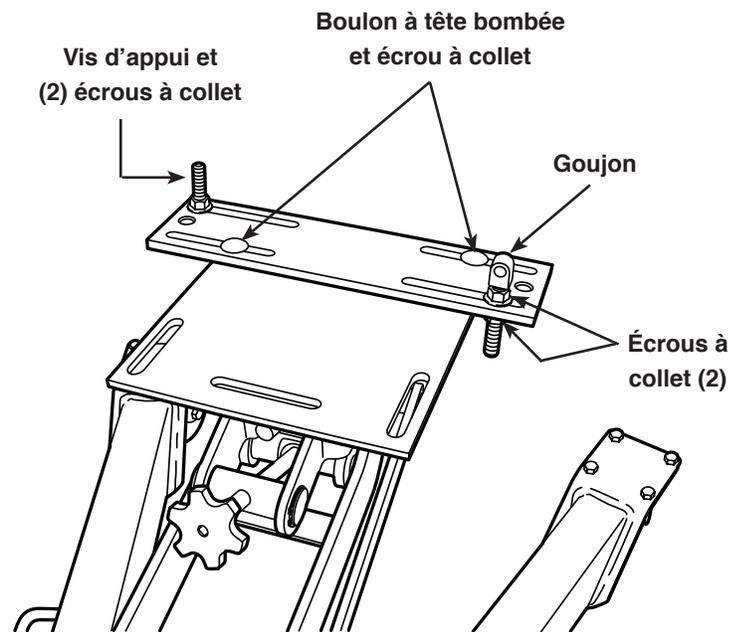

Figure 1
1. Placez l'adaptateur de boîte auxiliaire sur la plaque de fixation du cric de transmission à l'aide des boulons à tête bombée et les écrous à collet fournis. Serrez les écrous à collet. Voir Figure 1.
2. Prévoyez le positionnement de la vis d'appui et du goujon qui correspondent à votre application. La figure 1 illustre la vis d'appui et le goujon assemblés sur la plaque d'adaptateur dans une des différentes configurations possibles.